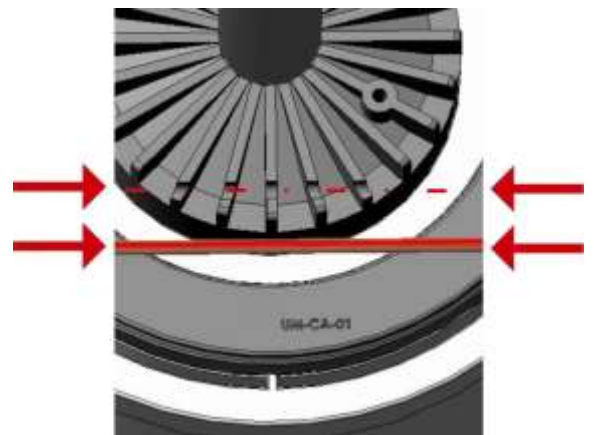

Fig. 36
- C. Faites glisser la bride supérieure sur le cylindre en le poussant en place jusqu'à la fin et en dirigeant les ressorts de siège en parallèle à eux (fig. 36).